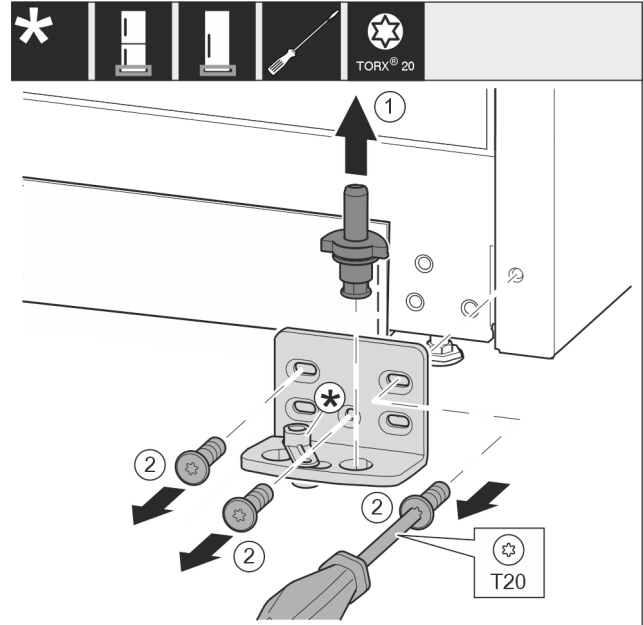

Fig. 10
- ▶ Trekk lagerboltten komplett opp og av. Fig. 10 (1)
- ▶ Skru ut skruene med skrutrekker T20, og ta av lagerbukken. Fig. 10 (2)